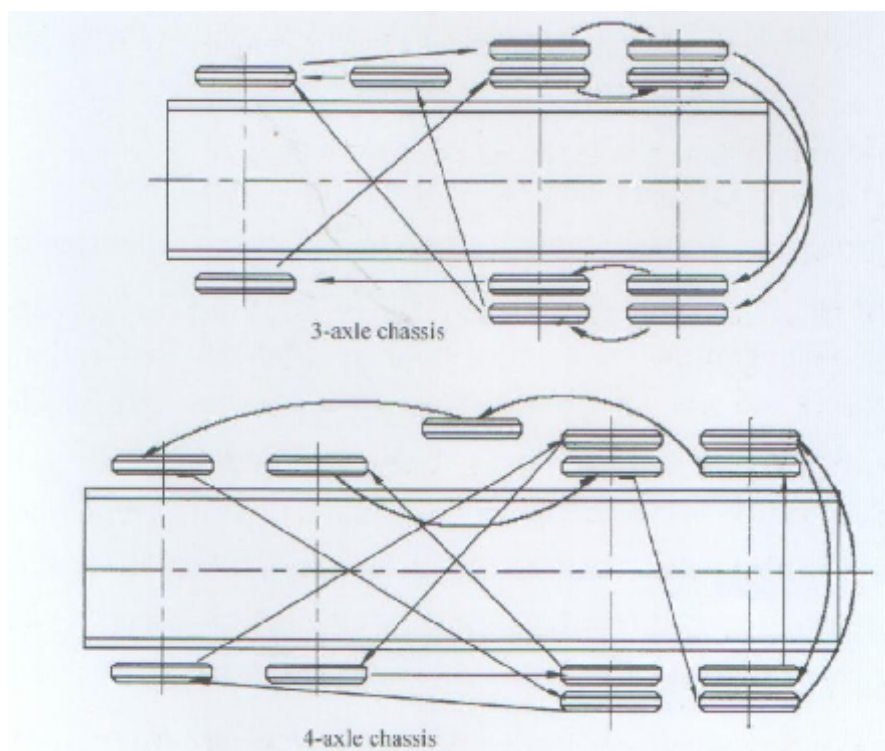

Fig. 3-11 Diagrama de referência da transposição de pneus
- (1). Depois de 10000 km de rodagem, os pneus deveriam ser trocados. Referir-se a Fig. 3-11.
- (2). Não danifiquem a rosca do parafuso quando trocar as rodas.
- (3). Nenhuma pintura, graxa ou sujeira deve ficar sobre a face, entre o tambor de freio e o aro.
- (4). Mantenha as faces da pressão das porcas da roda limpas.
- (5). Proteja roscas de porcas e parafusos da roda, borda do aro e outras faces de toque com graxa, óleo ou outro agente anti-travamento.
- (6). As roscas de todas as rodas são no sentido horário. Com pneus montados e rodas suspensas, aperte as porcas no sentido transposição diagonal. Abaixue as rodas sobre o chão, e aperte as porcas das rodas com medida de torque de 600~660 Nm.
- (7). Após os pneus serem remontados, aperte as roscas novamente uma vez a cada 50 km de rodagem, de acordo com as estipulações.